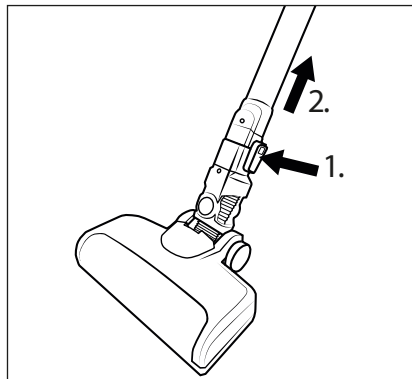

Fig. 12
- ◆ Pour retirer la brosse de sol 22 du tube d'aspiration 24, maintenez la touche de déverrouillage de la brosse de sol 23 enfoncée et retirez le tube d'aspiration 24 de la brosse de sol 22 (voir fig. 12).